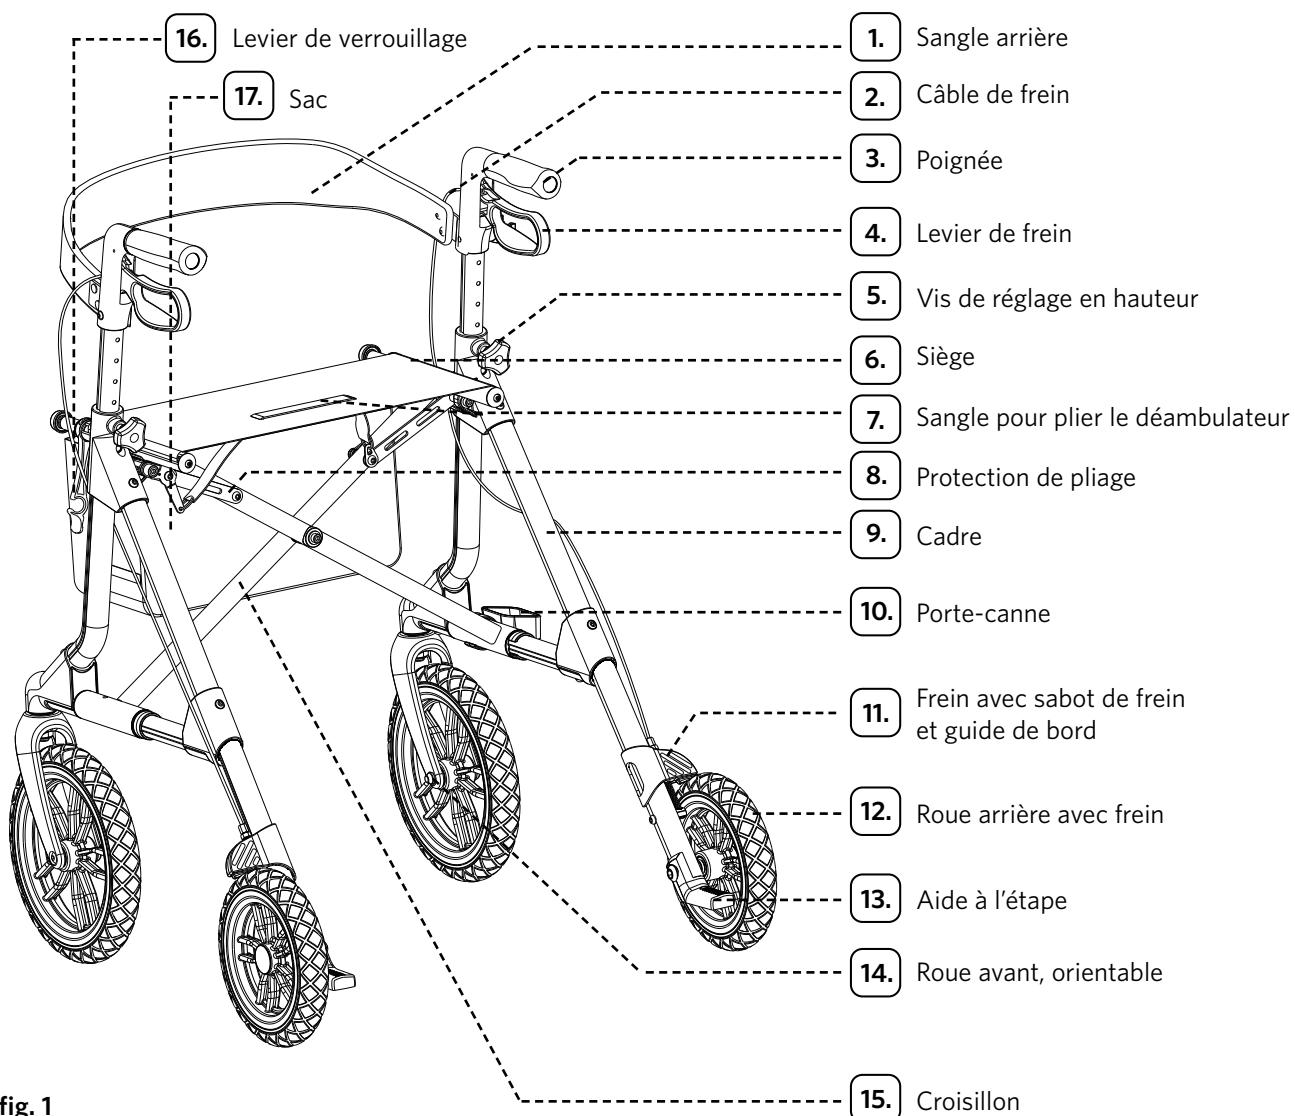

fig. 1
1. Desserrez la vis de réglage de la hauteur (fig. 1, n° 5.).
3. Serrez la vis de réglage en hauteur (fig. 1, n° 5.).